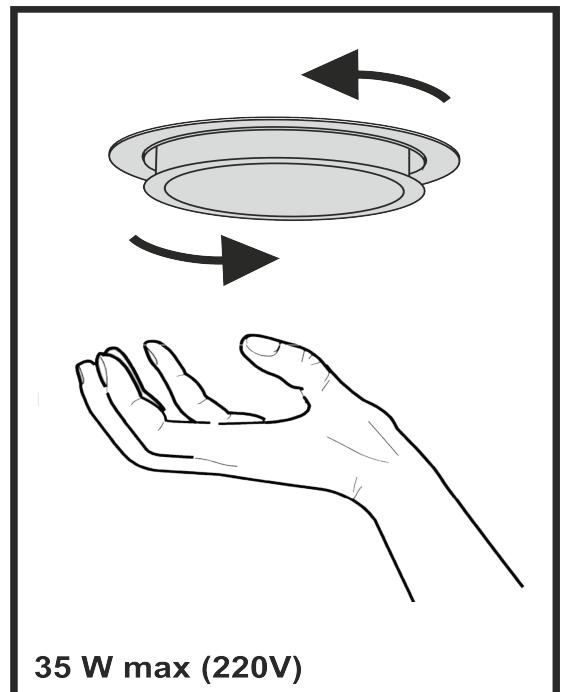

Рис.7
8.9 На вытяжке установлены галогенные лампы подсветки рабочей зоны плиты. Перед началом замены ламп освещения необходимо отключить вытяжку вот электросети, дать возможность охладить лампам. Для замены лампы необходимо снять фильтры, отжать держателя патрона на себя, чтобы лампа вышла из корпуса вытяжки, удерживая держателя патрона, слегка надавит на лампу у направлении патрона и, повернув ее против часовой стрелки, вынуть (**рис.7**). Вместо нее необходимо установить новую с теми же характеристиками и установить фильтры.